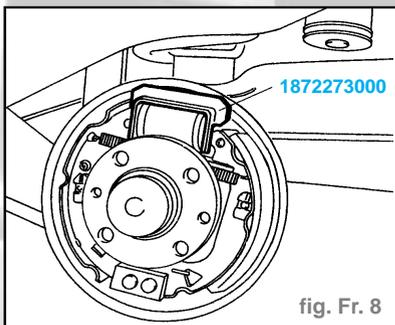

fig. Fr. 8
- Monter l'outil **1872273000** de retenue du piston du cylindre de frein pour permettre le démontage et le remontage des mâchoires (fig. Fr. 8).